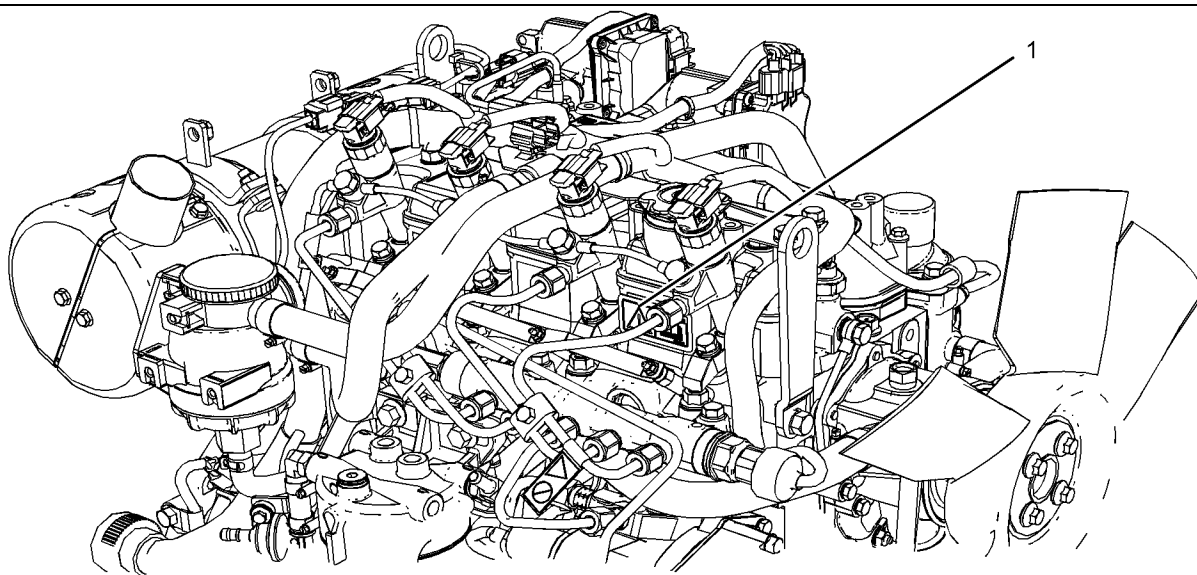

図 2
汎用警告ラベル(1) は、バルブ機構カバーの側面にあります。図2 をご参照ください。